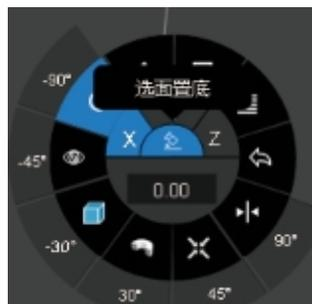

图7-1-19 模型调整轮
④选择右上方“模型调整轮”→“旋转”→“选面置底”，如图7-1-19所示。